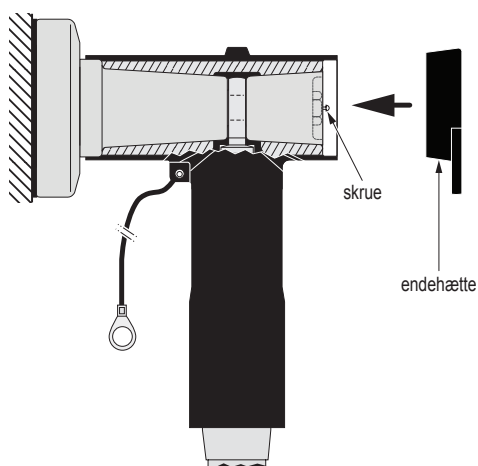

Fig. 20
22) Hvis endeproppen har skrue med kapacitivt spændingsudtag, trykkes endehætten fast herpå, fig. 20.